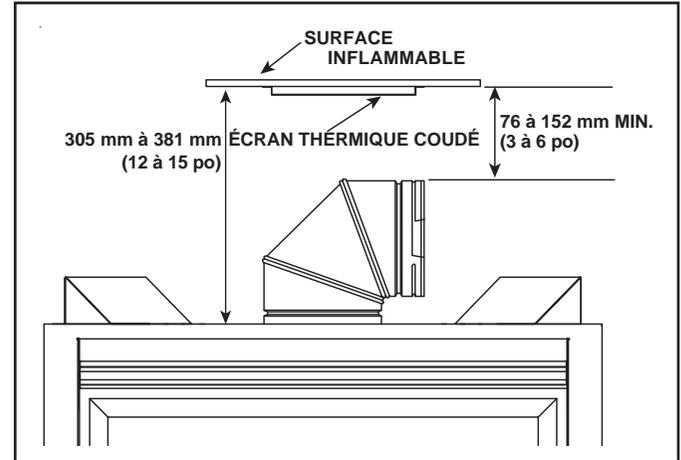

Figure 6.2 Emplacement d'installation de l'écran thermique coudé
2. Si des matériaux inflammables doivent être installés entre 305 à 381 mm (12 à 15 po) au-dessus du sommet de l'appareil, l'écran thermique coudé est nécessaire. Voir la figure 6.2.